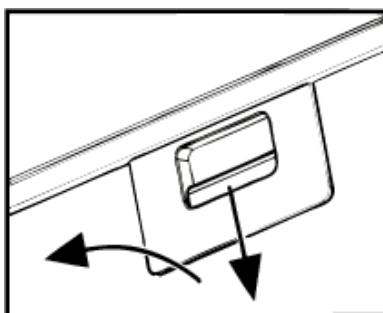

Рис.8
8.6 Для зняття алюмінієвого фільтру (рис.8) слід натиснути на пружинну засувку і, потягнувши на себе і вниз, зняти фільтр з панелі. Встановлення фільтру виконується в зворотному порядку.